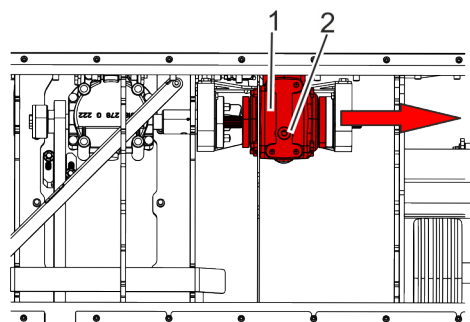

Abb. 61: Getriebe entfernen
7. Getriebe (Abb. 61/1) nach rechts herausziehen.
8. Einfüllschraube (Abb. 61/2) lösen.
11. Einfüllschraube (Abb. 61/2) festdrehen.
12. Getriebe (Abb. 61/1) montieren.